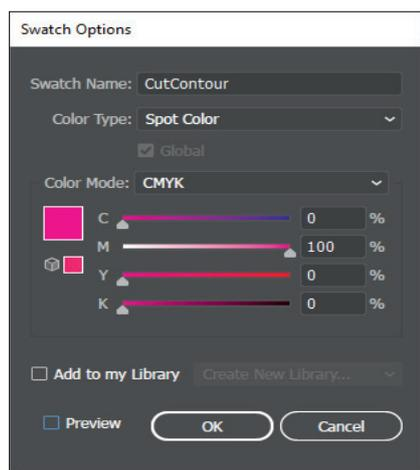

fig. 1
3. Cree un color especial 100 % magenta y llámelo "CutContour" (ver fig. 1).